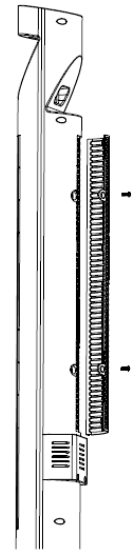

Abb. 2
4. Der Filter des Luftauslasses kann zur Reinigung entnommen werden. Waschen Sie den Filter direkt unter laufendem Wasser und trocknen Sie ihn dann gründlich ab. Schrauben Sie nach der Reinigung die zwei Schrauben wieder fest. (Abb. 2)